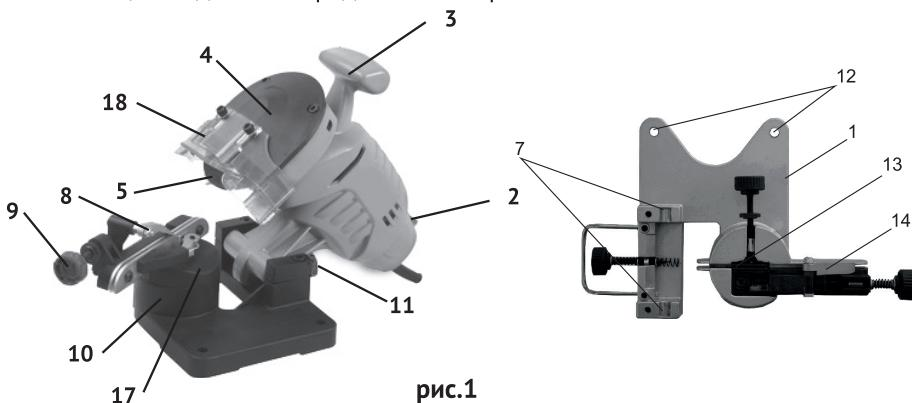
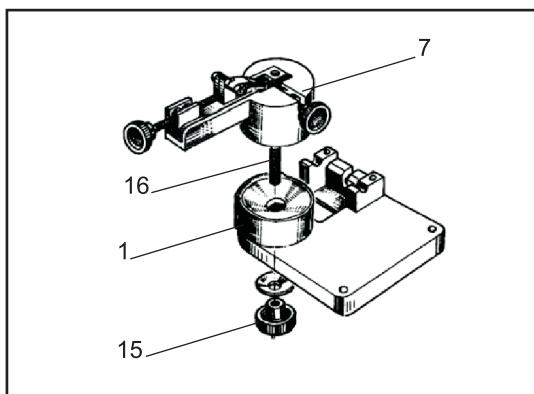
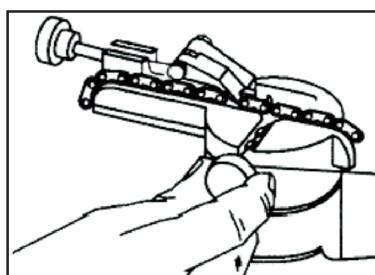

рис.1
рис.2
рис.6
4.1 Общий вид станка представлен на рис.1
Извлеките электрический станок из заводской упаковки. Электрический станок поставляется в торговую сеть в разобранном виде. Перед началом работы его необходимо собрать, как показано на (рис. 2).
Установите основание 1 (рис. 2) на твёрдую и ровную поверхность верстака таким образом, чтобы фиксатор 15 (рис. 2) рабочего стола 7 (рис. 2) выступал за край верстака и обеспечивалась возможность доступа к нему при регулировке угла заточки (вправо/влево). Закрепите основание на верстаке используя монтажные отверстия 12 (рис. 1) при помощи болтов (в комплект поставки не входят).
16 (рис. 2) рабочего стола, в отверстие основания и закрепите его фиксатором 15 (рис. 2). После чего установите станок в направляющие пазы 17 (рис.1), так, чтобы абразивный диск располагался ближе к рабочему столу 7 (рис. 2) и зафиксируйте его двумя пластинами с винтами. После этого станок готов к работе .
Настройте установочный клин 14 (рис. 1) с помощью установочного винта 9 (рис. 1) чтобы клин 14 (рис. 1) располагался впритык к затачиваемому звену и не давал цепи передвигаться в процессе заточки (рис. 5).
При заточке следующего зуба не обязательно заново регулировать установочный клин 14 (рис. 1). Достаточно установить звено впритык к установочному клину и зафиксировать это положение винтом 6 (рис. 5), не допуская свободного движения цепи в процессе заточки (рис. 6).
После установки цепи зафиксируйте это положение винтом 6 (рис.5) и установите клин 14 (рис. 1). Как только цепь будет зафиксирована, выберите необходимый угол заточки от 0 до 300 (вправо/влево) в зависимости от типа цепи. Установите необходимую глубину заточки при помощи ограничителя глубины 11 (рис. 1). После проведения вышеперечисленных настроек, включите станок, переведя выключатель в положение "вкл". и произведите заточку режущего зуба. Изменение угла заточки цепи производится только при выключенном станке. Перед продвижением цепи и заточкой следующего зуба необходимо перевести выключатель в положение "выкл" и дождаться полной остановки абразивного диска. После чего ослабить крепёжный винт 6 (рис. 5) и продвинуть цепь для заточки следующего зуба.
Для замены абразивного диска необходимо снять подвижный щиток 18 (рис. 1), после чего снять защитный кожух 4 (рис. 1). Зафиксировать абразивный диск и открутить фиксатор абразивного диска. Заменить диск на новый и произвести все вышеперечисленные действия в обратной последовательности.